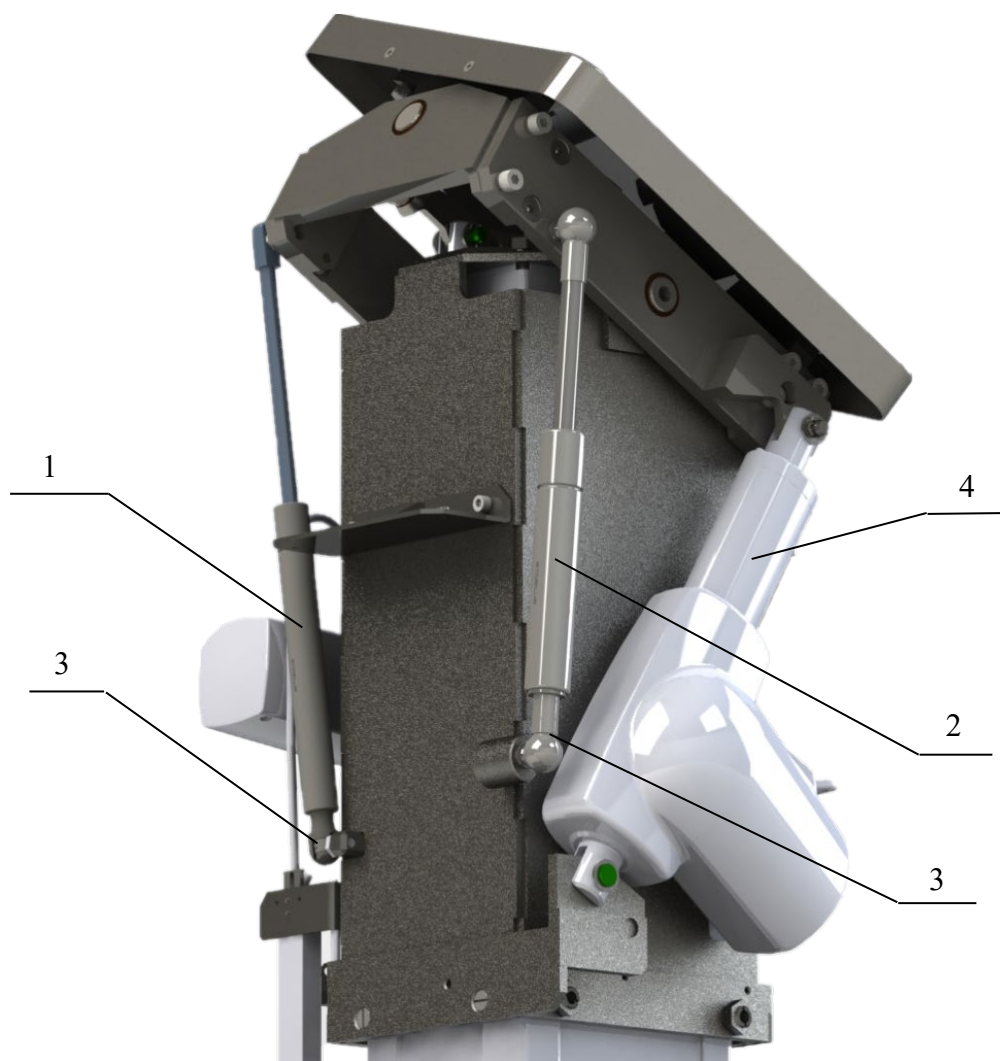

Рисунок 17. Снятие газовых пружин.
- снимите шпильки и шайбы с осей привода 4 (Рисунок 17);
- установите панель стола в положение, при котором штоки газовых пружин 1 (Рисунок 17) будут максимально выдвинуты;